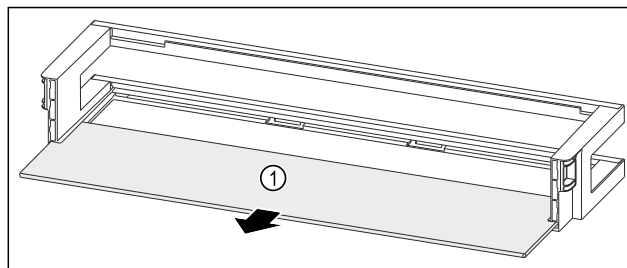

Fig. 89 Рафт на врата с рафт
- ▶ Сваляте рафта Fig. 89 (1).